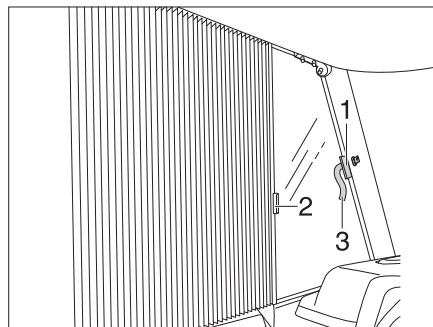

Bild 77 Faltdunkelung für Fahrer- und Beifahrerfenster
- Den Klettverschluss der Sicherungsschlaufen (Bild 77,3) auf beiden Seiten öffnen.
- Die Faltdunkelung nacheinander an den Griffen (Bild 77,1 und 2) fassen und vorsichtig zusammen ziehen, bis der Magnetverschluss die Faltdunkelung geschlossen hält.
- Die Faltdunkelungen an den Griffen (Bild 77,1 und 2) vorsichtig zurückschieben.
- Die Faltdunkelung mit dem Klettverschluss der Sicherungsschlaufe (Bild 77,3) sichern.